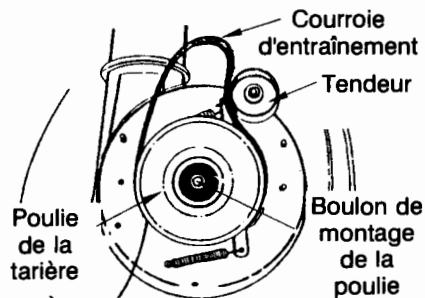

FIGURE 28
- Pour démonter la courroie avant de la tarière, poussez le tendeur vers la gauche et dégagez la courroie de la poulie avant de la tarière. Voir la Figure 28. Remplacez les deux courroies en procédant dans l'ordre inverse.